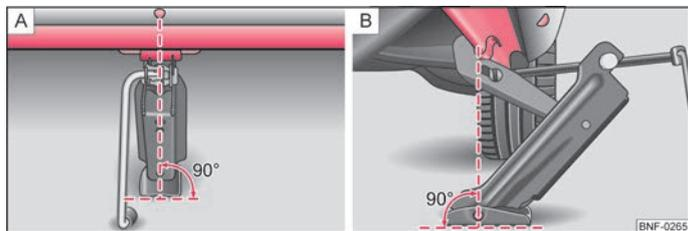

Fig. 107 Utilizzo del martinetto
- Posizionare il martinetto in modo che la staffa di innesto cinga la cresta → fig. 107 - [B] in basso sotto l'incisione nella superficie laterale del longherone.
- Assicurarsi che la piastra del martinetto poggi su una base dritta con tutta la sua superficie e si trovi in posizione verticale, in modo che → fig. 107 la staffa di innesto cinga la cresta.